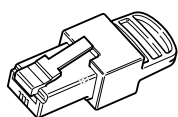

Figura 2-11 Terminatori di rete
- Terminatori di rete (Figura 2-11): la rete Xanbus dev'essere terminata correttamente a ciascuna estremità in modo da assicurare la qualità del segnale di comunicazione nella rete. I terminatori vengono inseriti in porte di rete sui dispositivi compatibili Xanbus. L'XW SCC e gli altri dispositivi compatibili Xanbus vengono forniti con un terminatore. In funzione della struttura della rete, questo terminatore potrà essere inserito in un altro dispositivo appartenente alla rete.